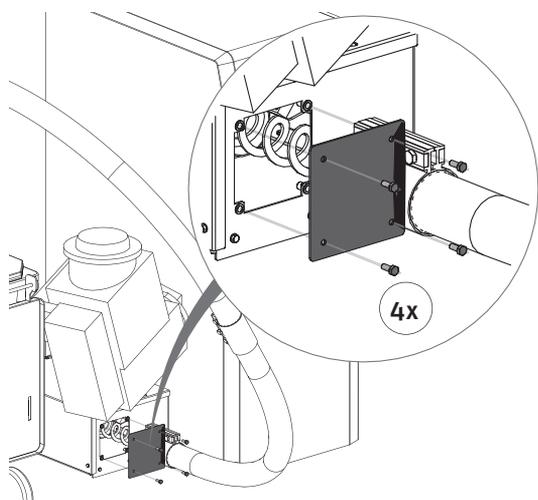
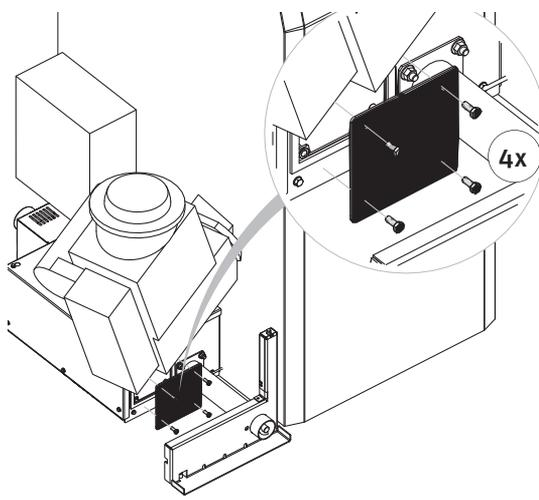

Fig. 76 Retirer le couvercle et aspirer le contenu du cendrier
Fig. 77 Retirer le couvercle et aspirer le contenu du cendrier
- Dévisser le couvercle du récipient de collecte (4 vis), le retirer – Fig. 76, Fig. 77.